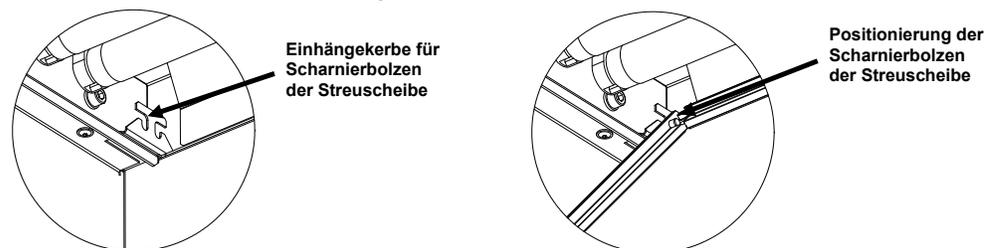

Abb. 9. Einhängekerbe
6. Legen Sie die Scharnierbolzen an den hinteren Ecken der Streuscheibe in die Einhängekerbe an den unteren Ecken der Gehäuserückseite. Siehe auch Abbildung 9.